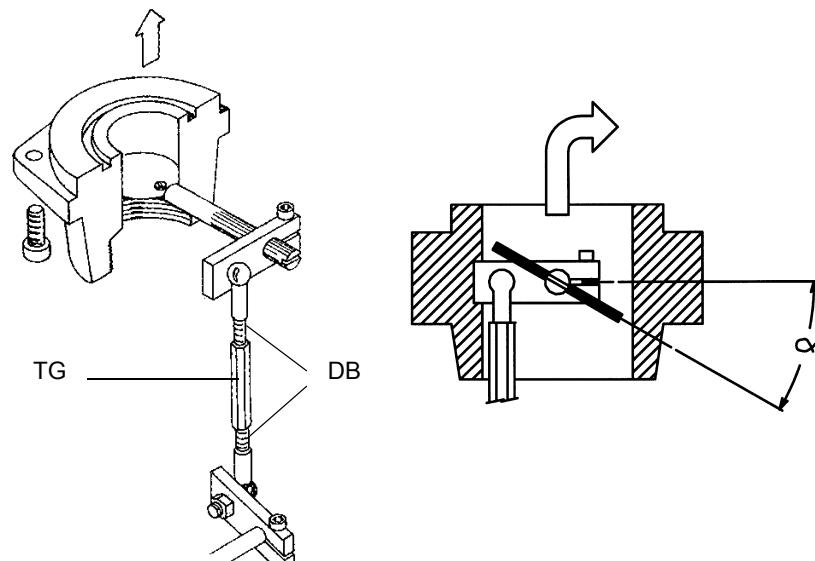

Рис. 20
- 10 Для изменения расхода газа расслабьте гайки **DB** (Рис. 20) и отрегулируйте угол открытия дроссельного клапана, поворачивая болт **TG** (вращение по часовой стрелке увеличивает расход газа, против часовой стрелки - уменьшает). Прорезь на торце оси дроссельного клапана показывает угол открытия по отношению к горизонтальной оси. (Рис. 20).